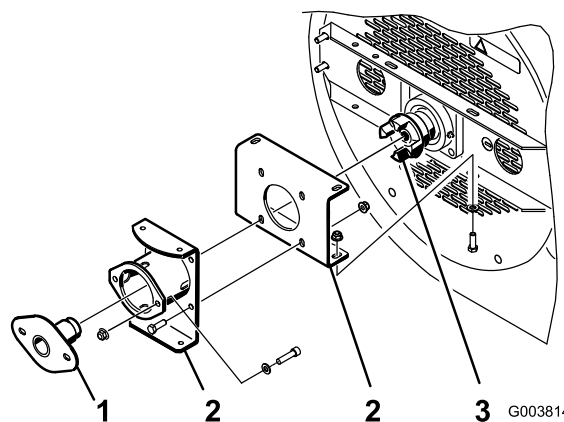
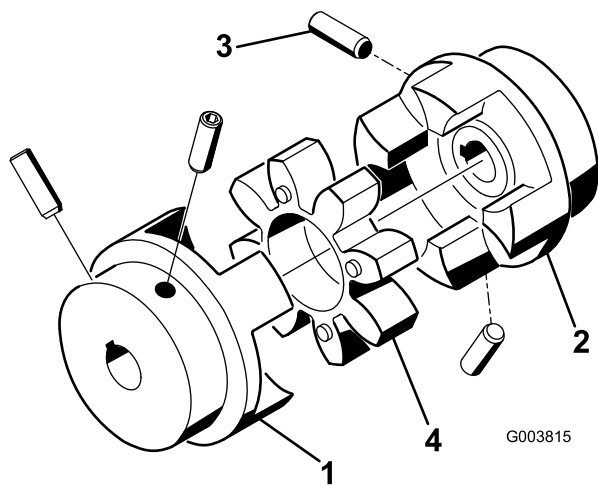

Figura 13
Figura 14
1. Assicuratevi che le staffe di montaggio siano installate nell'alloggiamento del soffiatore ma che i bulloni e i dadi siano lenti (Figura 13).
2. Inserite l'utensile di allineamento nei cuscinetti attraverso le staffe di montaggio e nell'accoppiatore del ventilatore (Figura 13). Assicuratevi che la stella dell'accoppiatore (Figura 14) non sia nell'accoppiatore.
- Le viti a pressione che fissano gli accoppiatori del motore e del ventilatore (Figura 14) devono essere serrate a una coppia tra 58 e 82 poll.-lb.